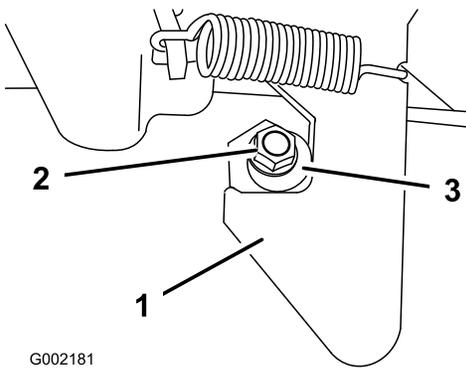

Bild 15
1. Lösen Sie die Mutter am Ende des Verriegelungsposten (Bild 15).
2. Drehen Sie den Verriegelungsposten nach rechts, bis er am Riegel anliegt. Ziehen Sie dann die Mutter fest (Bild 15).